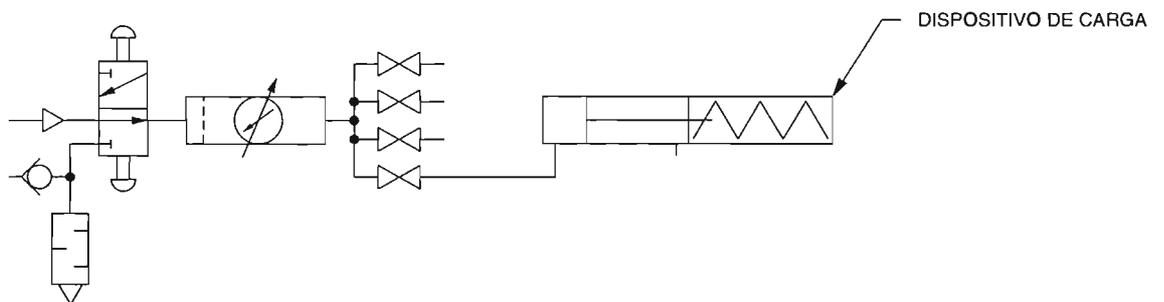

Figura 2-6. Diagrama esquemático del circuito usado para medir la fuerza de salida del cilindro.
- 6. Conecte el circuito mostrado en la Figura 2-6.